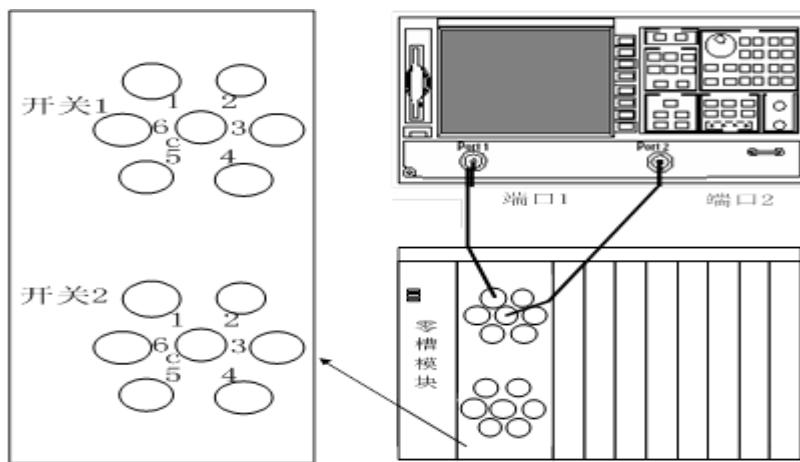

图 7.3 隔离度测试框图
**步骤 4.** 按图 7.3 接测试仪器，运行开关模块软面板，打通开关 1 的 2 端口，设置 S21 参数的测试扫描完成一次后即保持，设定光标找出此时的最大值，该值即为开关 1 的 1 端口相对于 2 端口之间的隔离度，将测量结果记录于附表中。